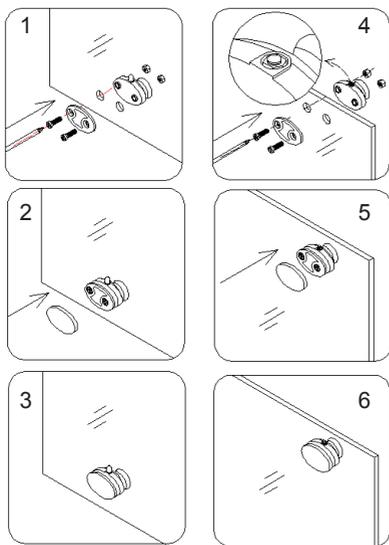

Рис. 17
13. Установите верхние и нижние ролики (**18**) на открывающихся дверцах (**05**). См. рис. 17, 18 для более подробной информации.